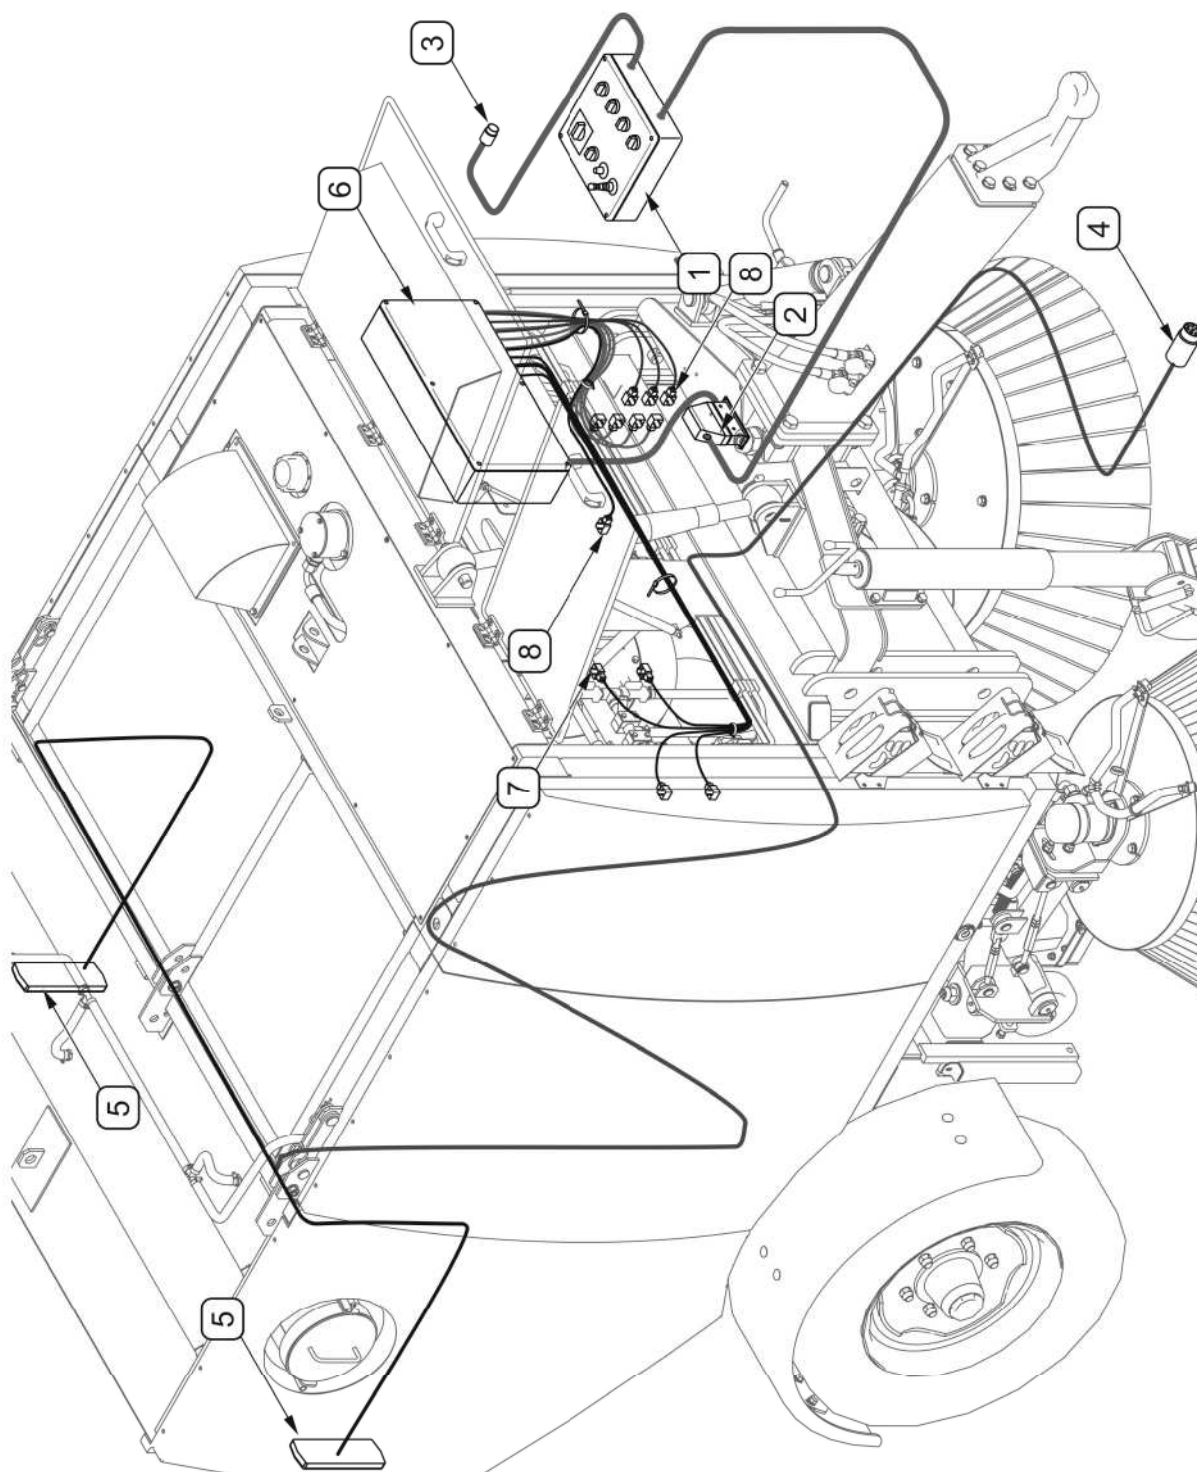

РИСУНОК 3.9А **Электрическая система**
Система электропитания подметально-уборочной машины ZMC 2.0 приспособлена для питания от источника постоянного напряжения 12 В. Штекер (4) (РИСУНОК 3.9А) электропровода системы освещения необходимо подсоединить к 7-пиновому разъему на тракторе. Штекер (3) электропровода пульта управления машиной необходимо подсоединить к 3-пиновому разъему на тракторе.